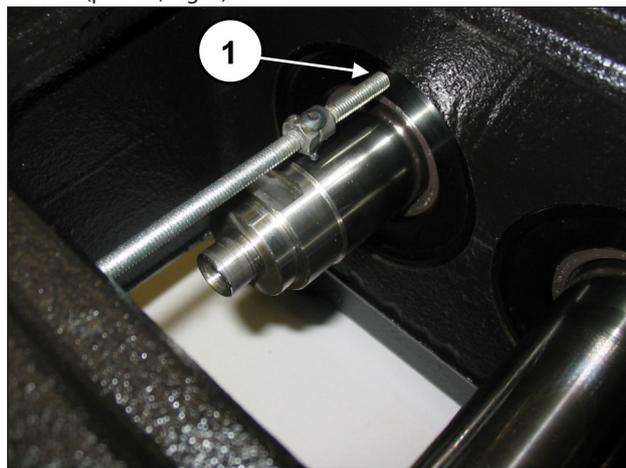
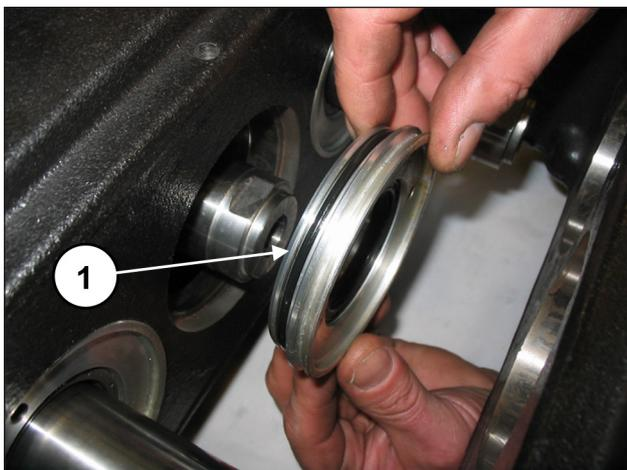

Fig. 3
Fig. 4
Aperte uma haste rosqueada ou um parafusos M6 com extrator nos furos adequados na cobertura da vedação do óleo (pos. ①, Fig. 3) e extraia as coberturas do grupo da bomba (pos. ①, Fig. 4).